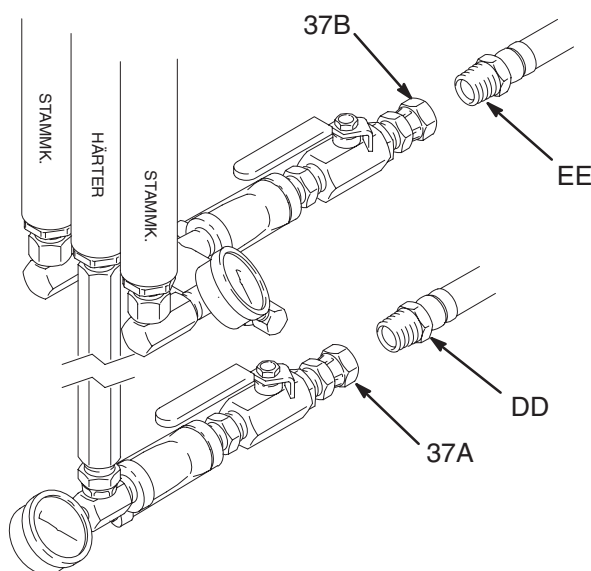

Abb. 7
1. Den Stammkomponenten-Zufuhrschlauch (EE) am 3/4" NPT-Drehgelenkeinlass (37B) für die Stammkomponenten-Unterpumpen anschließen. Siehe Abb. 7.
2. Den Härter-Zufuhrschlauch (DD) am 3/4" NPT-Drehgelenkeinlass (37) für die mittlere Unterpumpe (Härter) anschließen. Siehe Abb. 7.